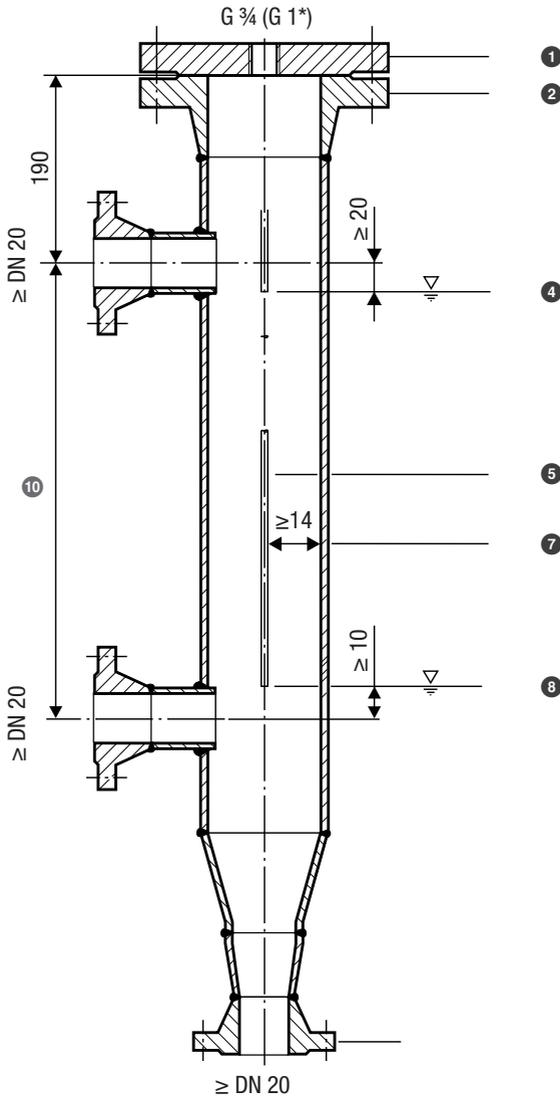

Fig. 17
- Beachten Sie die Mindestabstandsmaße beim Einbau der Niveauelektrode, siehe Einbau-beispiele Fig. 14 bis Fig. 17.
### Legende Fig. 14 bis Fig. 17
- Fig. 17: Flansch (PN 40, 63, 60, 320) EN 1092-1
- ② Anschlussstutzen
- ③ Ausgleichsbohrung (so nahe wie möglich an der Kesselwandung platzieren!)
- ④ Hochwasser (HW)
- ⑤ Elektrodenstab,  $d = 8 \text{ mm}$
- ⑩ Fig. 17: Mittenentfernung des Anschlussstutzens